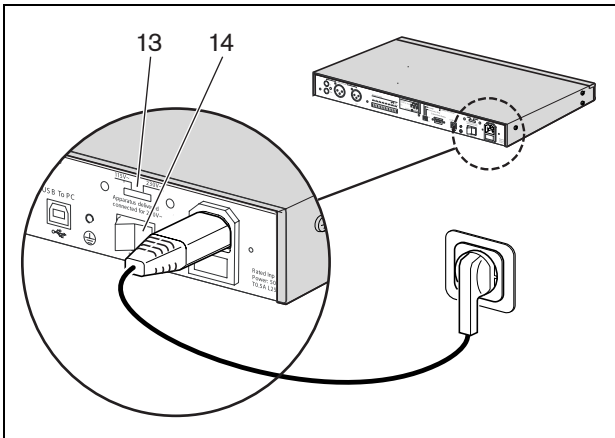

figura 4.1: Interruptor de alimentación del panel posterior
- 1 Asegúrese de que el selector de tensión (115 V/ 230 V) (13) esté correctamente ajustado a la tensión principal del país (consulte figura 4.1).
- 2 Sitúe el interruptor power (14) de la parte posterior del temporizador en la posición "I".
Sitúe el interruptor power (14) de la parte posterior del temporizador en la posición "O" (véase figura 4.1).